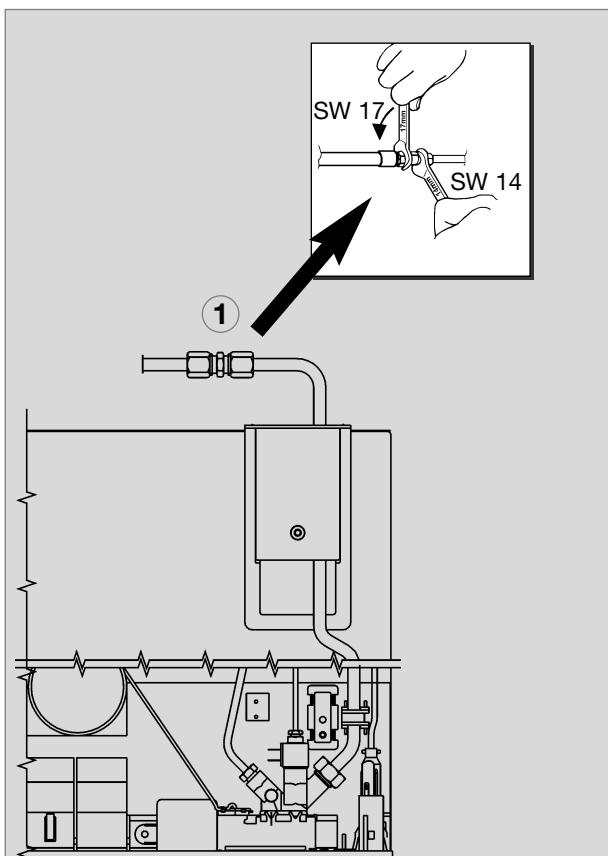

Abb. 37
- Der Gasanschluss am Gerät erfolgt mit tels einer Schneidring- (Ermeto-) Verschraubung L8, DIN 2353-ST nach EN 1949 (siehe Abb. 37,38).